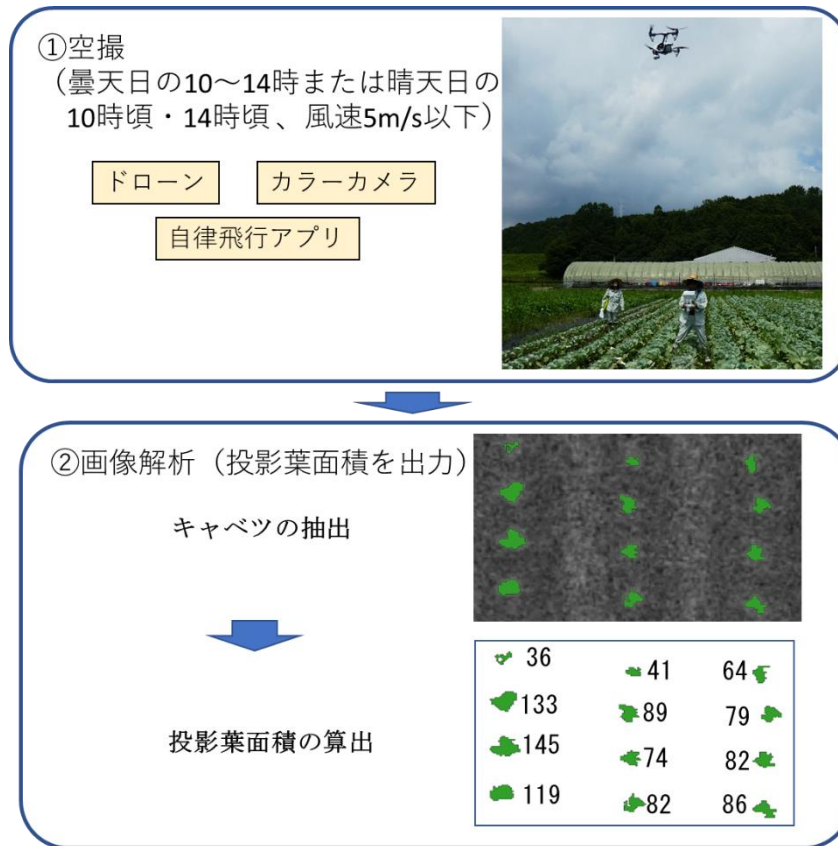

図1 ドローンと画像解析ソフトを用いたキャベツ生育診断フロー
1) 生育診断フローに基づいてドローン空撮および画像解析を行うと、ほ場に定植されたキャベツの投影葉面積(上から見た面積)を株毎に測定でき(図1)、ほ場全体の生育を把握できます。